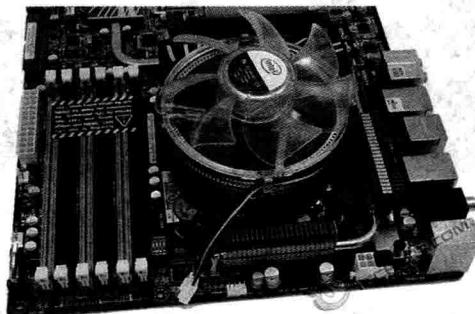

图 1-5 CPU 散热器
4) 由于 CPU 发热量非常大,因此,所有的 CPU 都必须安装专用的散热器。一般通过四个膨胀扣将散热器固定在主板上,如图 1-5 所示。